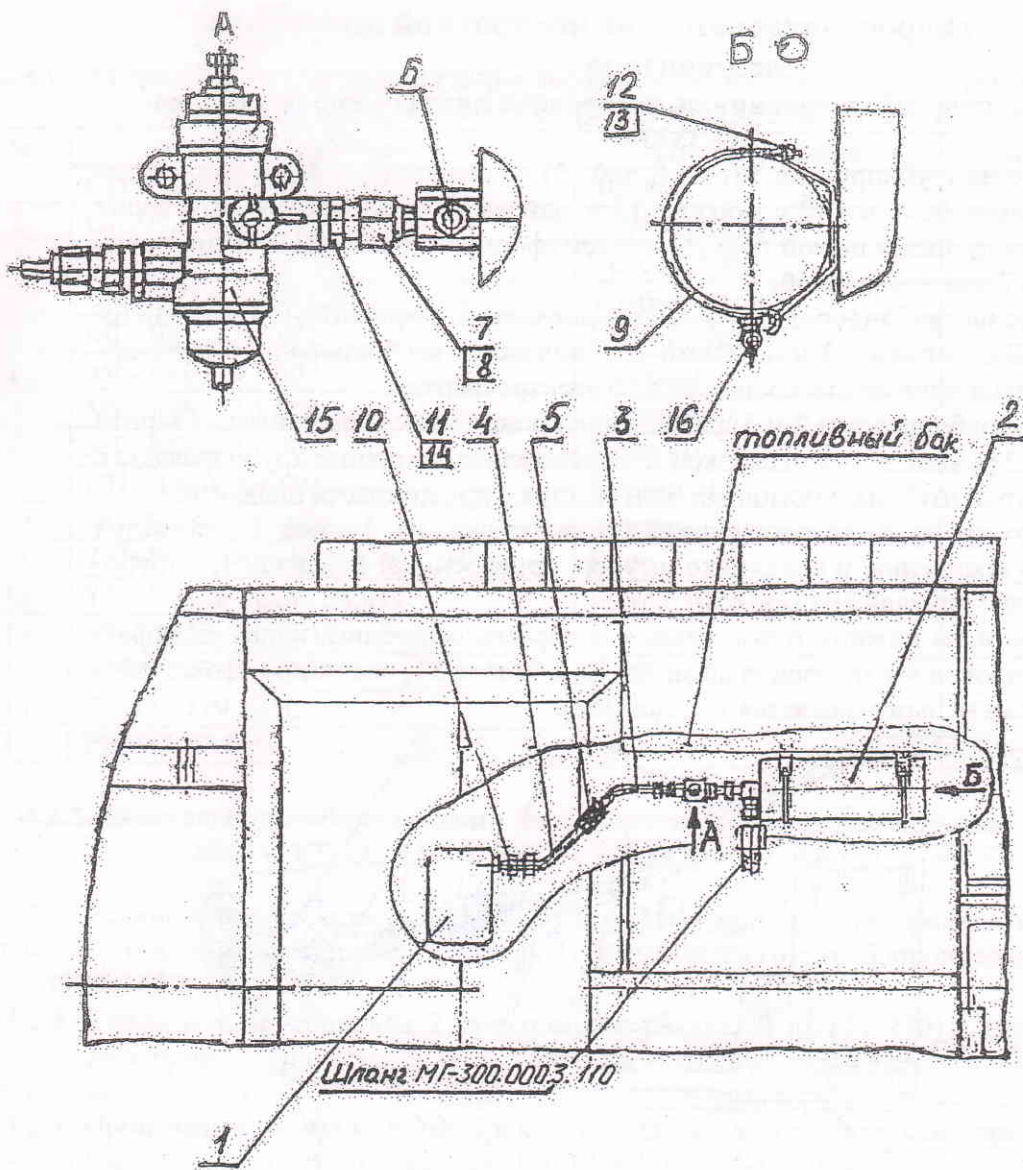

Рис.7 Пневмосистема гидромолота на поворотной платформе экскаватора ЕТ-25
- проведите монтаж пневмосистемы на поворотной платформе (рис.7), дополнительно установив компрессор и комплект деталей согласно табл.4;